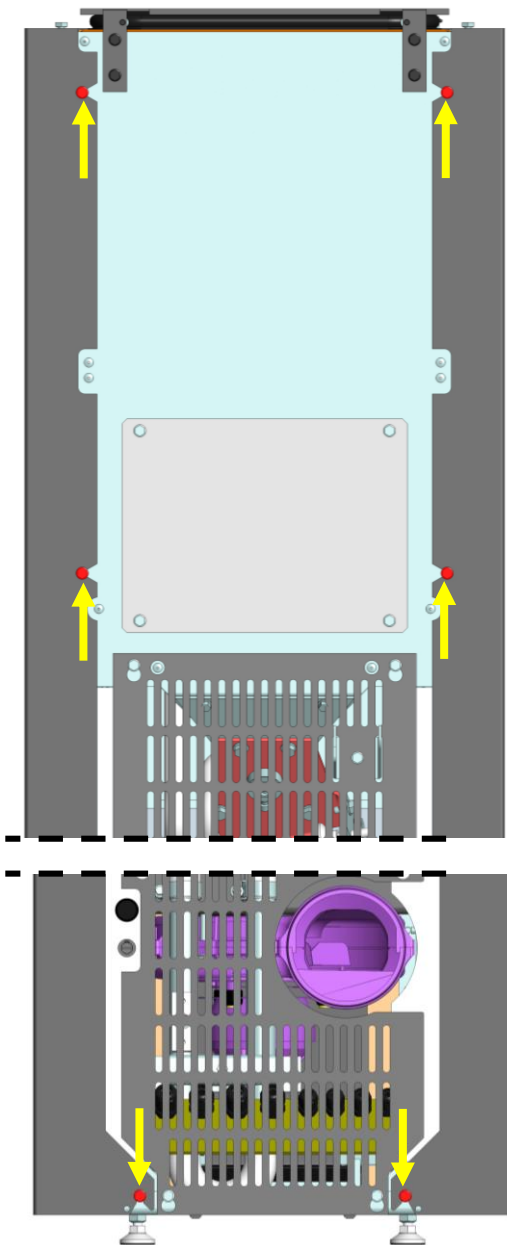

Abb. 24: Rückansicht family.nrg
1. Die 6 Schrauben für die Seitenverkleidungen auf der Rückseite lösen, nicht heraus-schrauben (Abb. 24).